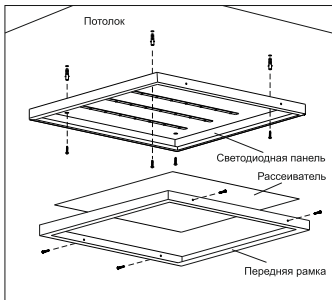

Рисунок 1/ Figure 1/ 1-sýret
- зняти з панелі передню рамку і розсіювач (рисунок 1, додаток Б);
5.2.2 Накладний монтаж здійснювати безпосередньо на поверхню стелі з кріпленням світлодіодної панелі через отвори в корпусі (рисунок 1, додаток Б). Кріплення для накладного способу монтажу в комплекті не поставляється.